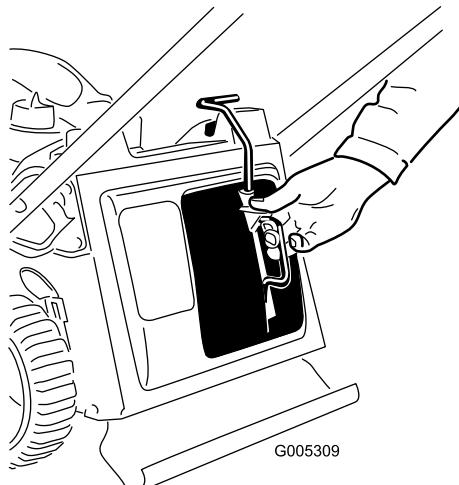

Рисунок 31
- Снимите заглушку для мульчирования (Рисунок 31).